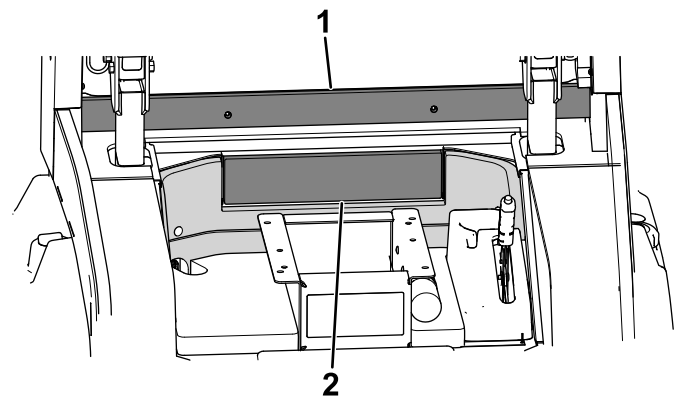

Рисунок 18
3. Снимите защитную пленку и установите накладку противопожарной плитки (Рисунок 18).
4. Снимите защитную пленку и установите накладку заднего окна (Рисунок 18).